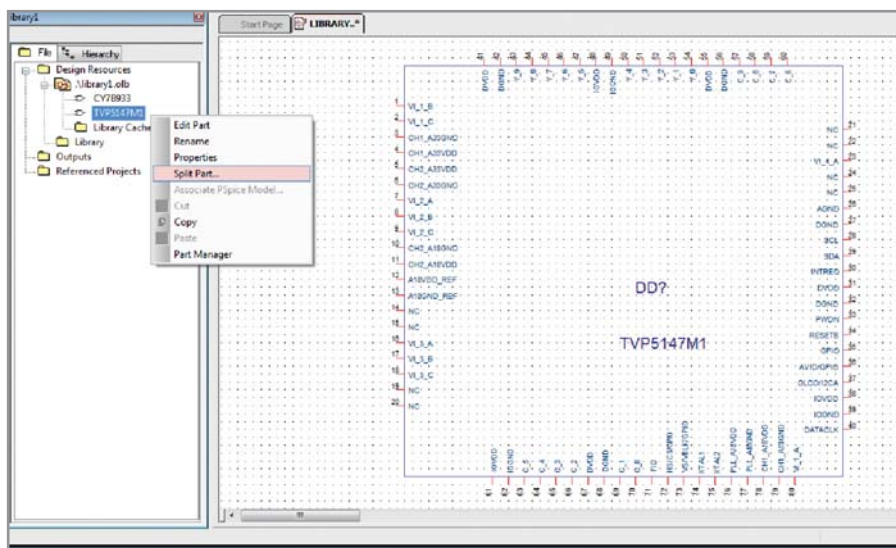

Рис. 15. Вид готового символа, полученного методом New Part From Spreadsheet
5. Заполним оставшиеся столбцы с помощью ЛКМ и Shift, как описано выше. Нажмём ОК. На экране появится ошибка, и программа предложит посмотреть её или продолжить сохранение без изменений. В результате в менеджере OrCAD Capture появится новый компонент, который можно отредактировать уже описанными способами (см. рис. 15).